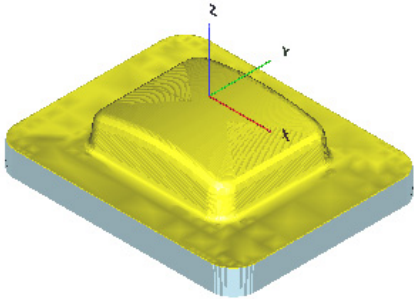

图 3-37 仿真模拟结果（2）
7) 仿真模拟。单击“加工向导”工具栏上的“高级仿真”按钮，弹出“高级仿真”对话框，选中所创建的加工，单击确定按钮；在弹出的“Cimatron's Verifier”对话框中验证加工效果，如图 3-37 所示。